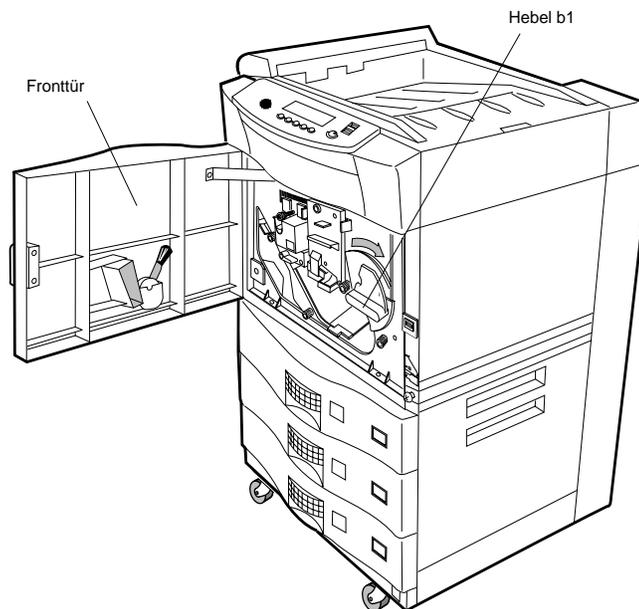

Abbildung 2-45 Hebel b1
2. Drehen Sie den Hebel b1 nach rechts in die Position OPEN (siehe Abbildung 2-45).